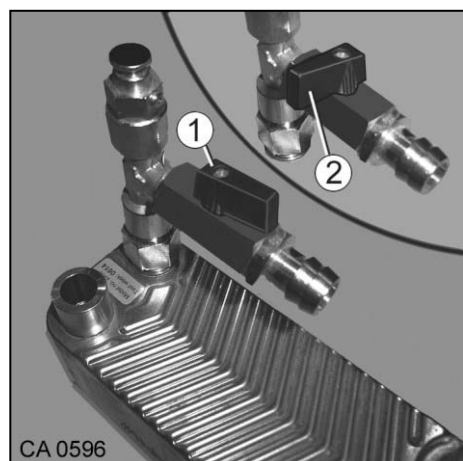

Fig. 117 Vanne de sectionnement de l'échangeur thermique
1. Ouvrir la vanne de sectionnement (Fig. 117/1).
- Pour éviter tout chauffage non-intentionné du circuit de chauffage en mode Été, fermer la vanne de sectionnement (Fig. 117/2).